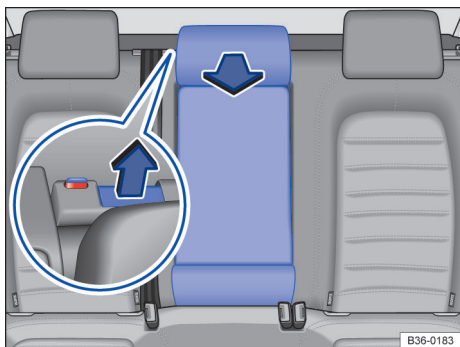

Fig. 204 No habitáculo: abrir o dispositivo para transporte de objetos longos.
- Puxar a alavanca de destravamento no sentido da seta → Fig. 204 e rebater a tampa do dispositivo para transporte de objetos longos totalmente para frente → .